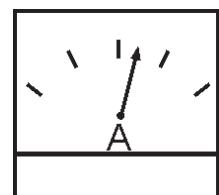

Figura 52.
13. Observe el amperímetro del generador (Figura 52) y verifique que muestre la cantidad anticipada de corriente con respecto a la carga. El amperímetro solo mostrará una lectura de corriente si una carga está en uso.